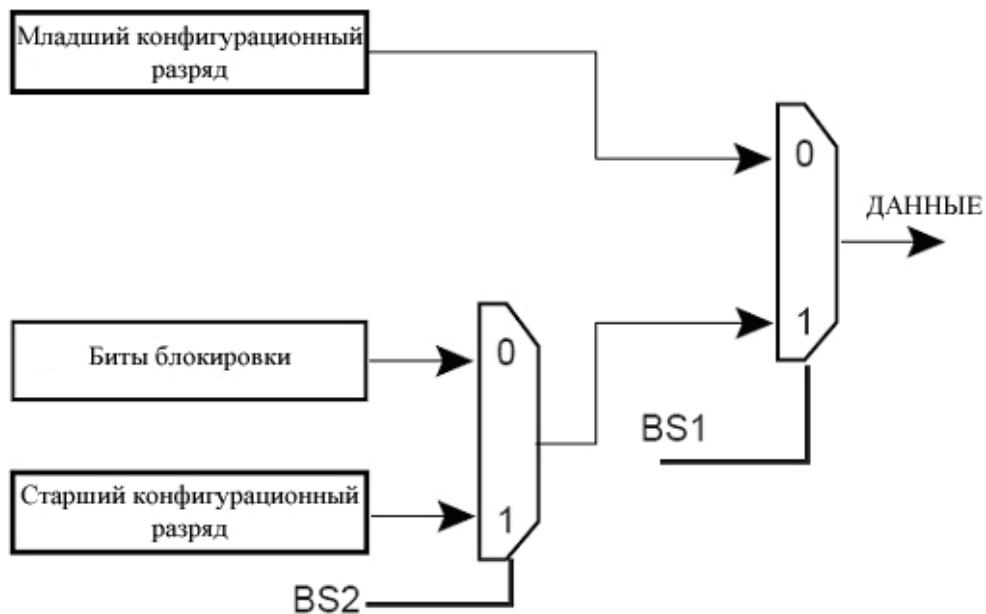

Рисунок 3.113 – Мультиплексирование конфигурационных битов и битов блокировки битами BS1 и BS2 при чтении на выводе “Данные”
- 1 Загрузить команду “0000 0100”(см. рисунок 3.113).